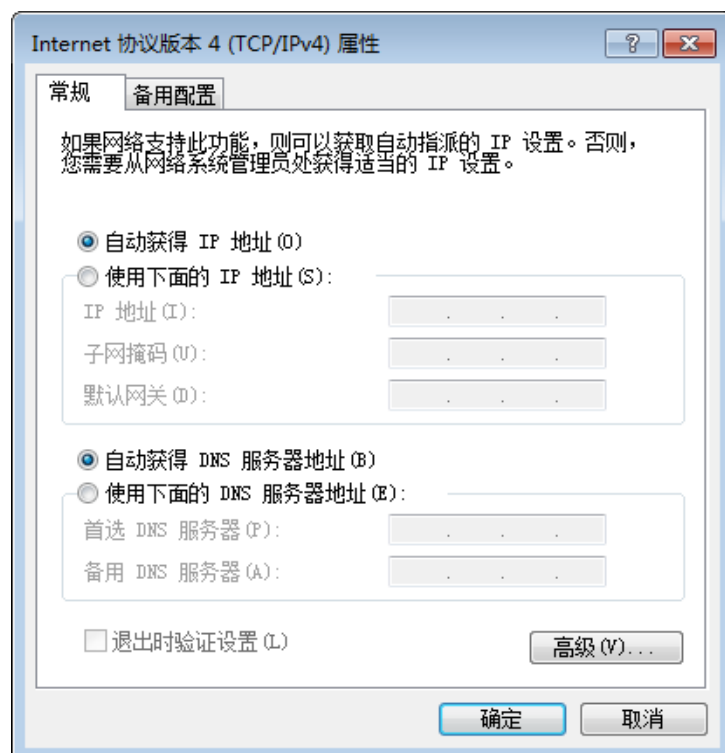

图3-2 本地网卡配置
1. 依次打开电脑上的控制面板—>网络和 Internet—>网络和共享中心—>更改适配器配置，选择对应的网卡，将网卡配置成自动获得 IP 地址或手动分配与相机同一网段地址，如图 3-2 所示。